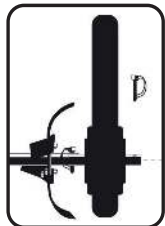

Рис. 1. Установка фрезы.
1. Установите фрезы на ось культиваторного редуктора. Зафиксируйте их стопорами фрез (рис.1).